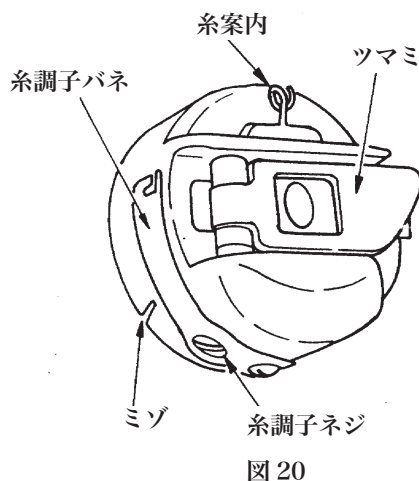
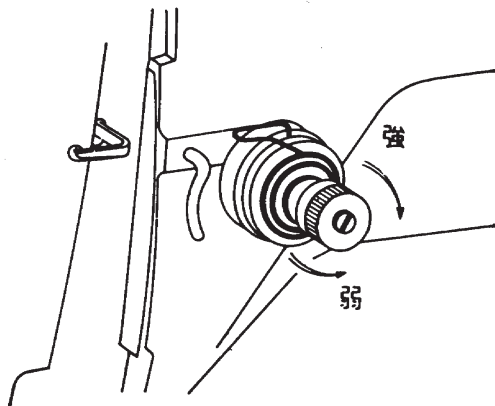

図20
図 28 糸調子ナット
①糸を巻き終ったボビンを手親指と人さし指でつまみ、糸のはしをたらしのまま、左手にもったボビンケースの中にはめ込みます。次に、外にでている糸を②ボビンケースのふちにあるミゾに通し、③更に引きながらボビンケースの糸調子バネの下をくぐらせ、つぎに④針金の糸案内に通します。（図20参照）
ミシンの糸調子は、上糸と下糸のそれぞれについてとることができます。上糸の糸調子は、糸調子ナット（図28）によって変え、下糸の糸調子は、ボビンケースの糸調子ネジ（図20）によって変えます。通常、ボビンケースの糸調子を一定にして、糸調子ナットによって上糸の張力を加減して、糸調子をとります。